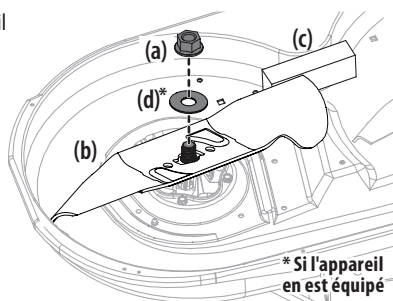

Figure 2
2. Utilisez une clé de 15/16 po pour retenir l'écrou sur le haut de la fusée, puis desserrez l'écrou hexagonal (a) et la rondelle (d)* qui fixent la lame. Pour desserrer plus facilement l'écrou hexagonal (a) et la rondelle (d) qui fixent la lame, placez un petit bloc de bois (c) entre le plateau de coupe et le tranchant de la lame (b). Voir Figure 2.
3. Lorsque vous réinstallez la lame, assurez-vous de suivre les étapes ci-dessous (voir Figure 2) :